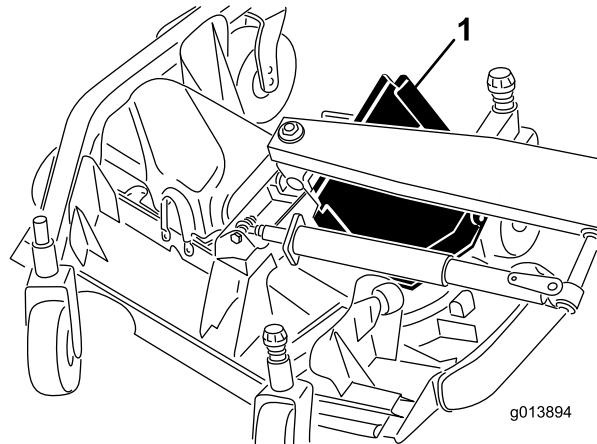

Figura 48
6. Levante el borde delantero, y guíelo entre el brazo de elevación y el rodillo para retirarlo (Figura 48).